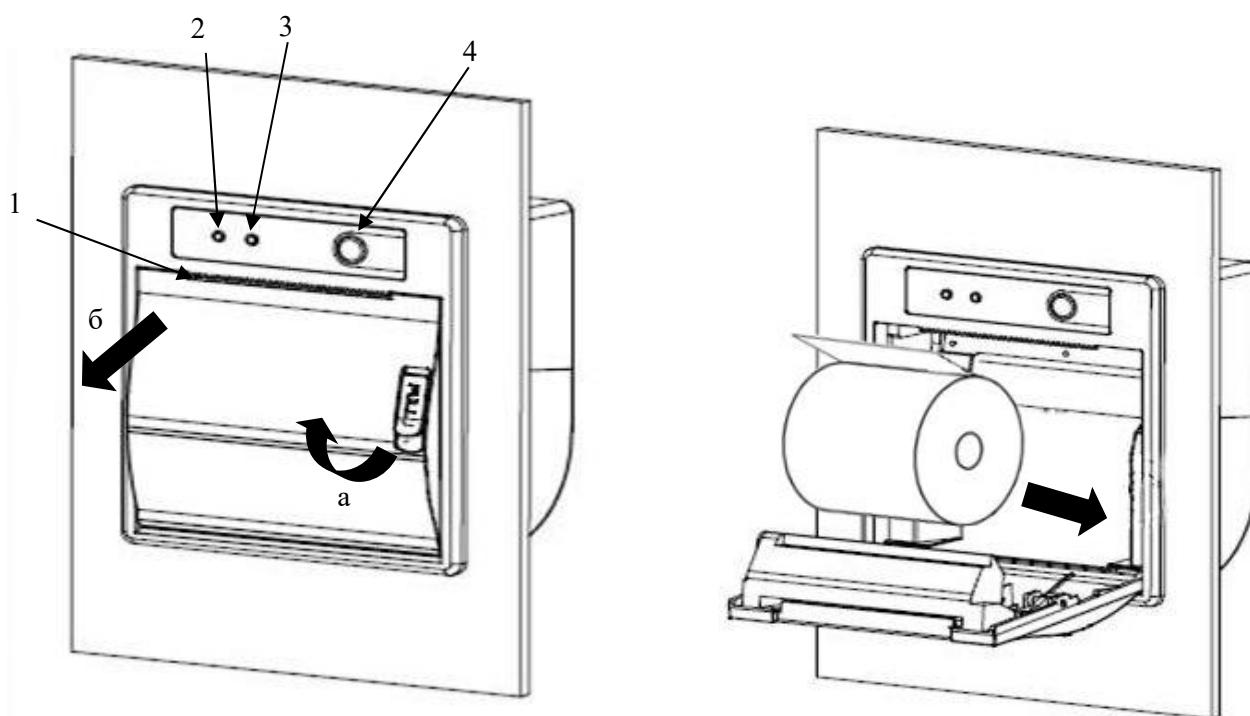

Рисунок 35 Установка бумаги в принтер
18.3.1 Для замены бумаги, потянуть вверх рычаг открытия/закрытия отсека хранения бумажного рулона (Рис.35 поз.а).
18.3.2 Потянуть на себя крышку отсека хранения бумажного рулона (Рис.35 поз.б).
18.3.3 Вставить новый рулон бумаги, таким образом чтобы свободный край оказался сверху рулона (Рис. 35).
18.3.5 Закрыть крышку отсека хранения бумажного рулона до щелчка, таким образом чтобы свободный конец бумаги оказался на автоматическом резаке бумаги (Рис.35 поз.1).
18.3.6 Если крышка закрыта не плотно, то загорится индикатор ошибки «STATUS» (Рис.35 поз.3), в случае если загорелся индикатор «POWER» (Рис.35 поз 3), то все манипуляции произведены правильно – принтер готов к работе.
18.3.7 Кнопка автоматической протяжки бумаги (Рис.35 поз 4), служит для дополнительной протяжки бумаги в случае необходимости.